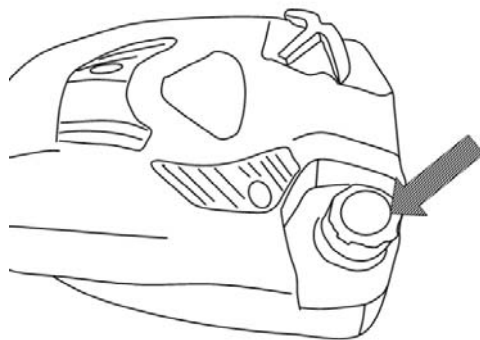

Fig.12
Controllo del livello del carburante e rifornimento (Fig. 12)
1. Svitare il tappo del serbatoio del carburante e rimuoverlo (Fig. 12).